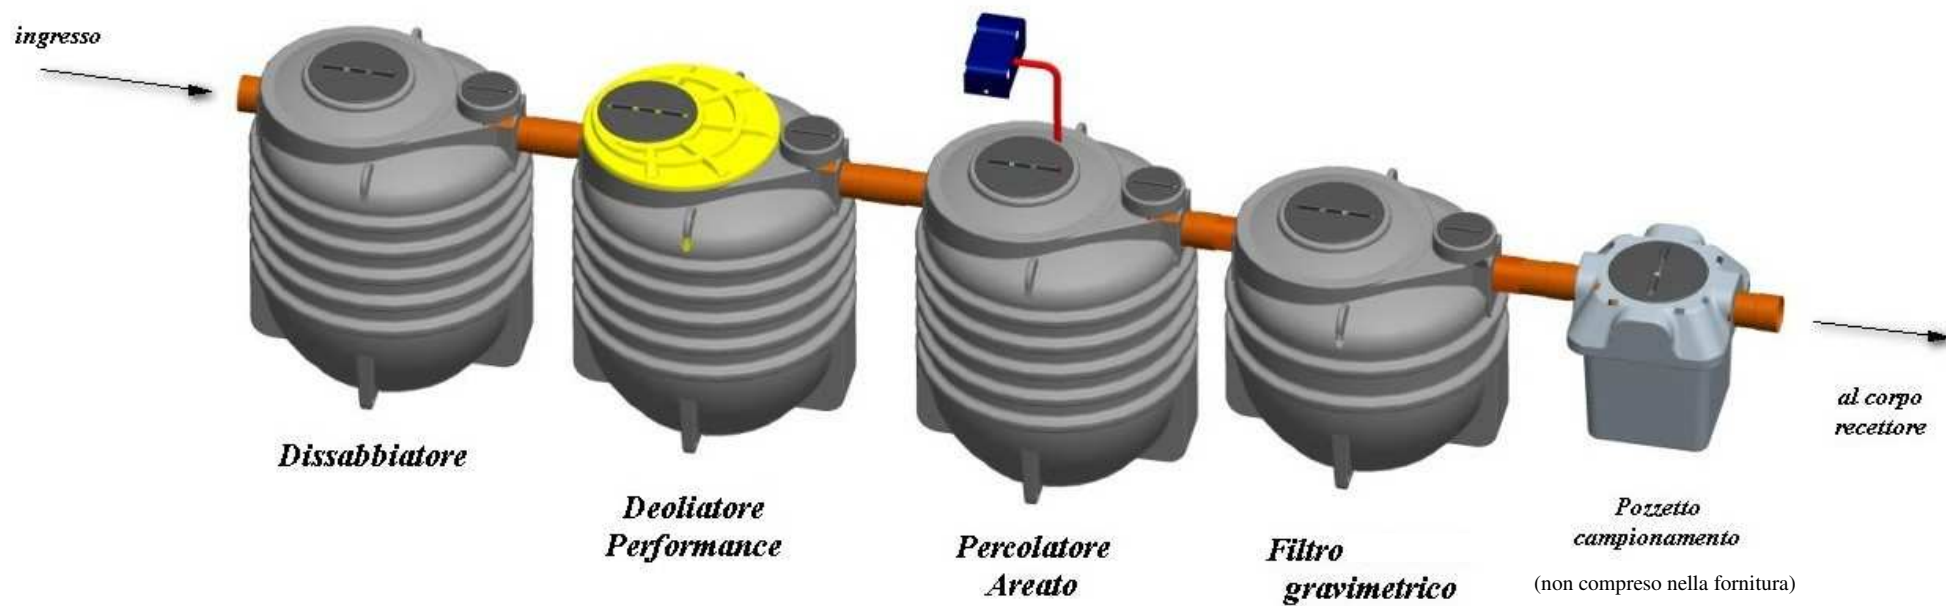

Fig.1 – esempio tipico d'installazione
- Installare le fosse come indicato dallo schema d'installazione allegato (Fig.1) seguendo le modalità di interro <https://www.zeta-plast.com/download/modalita-di-interro>